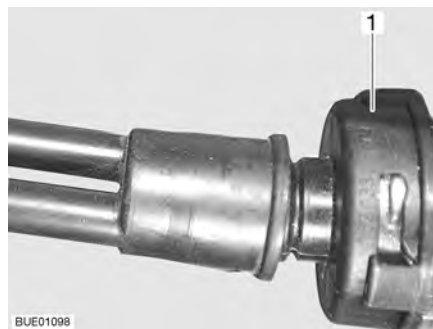

Fig. 229 Indicateur de direction
- Placer la main derrière le support de lampe (Fig. 229,1).